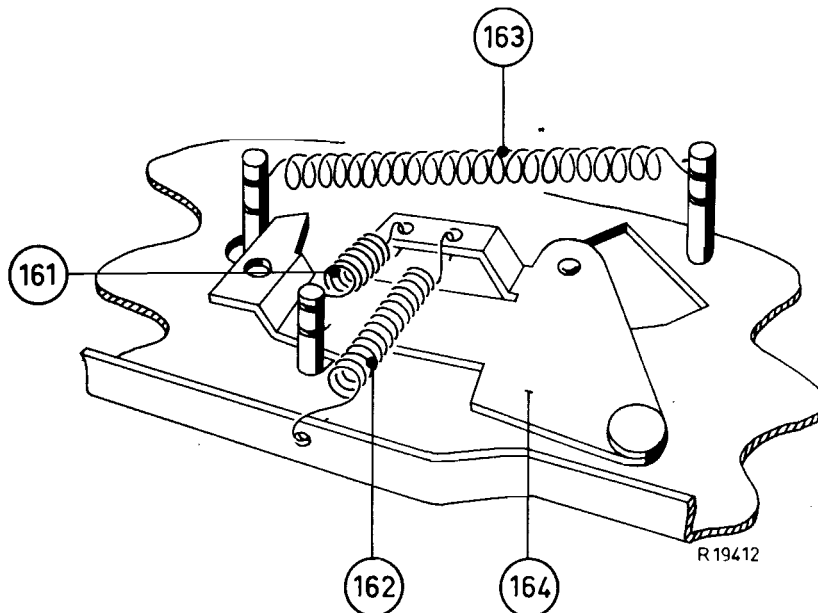

Fig.19
N. VEREN 161 t/m 163 VAN HET OPZETMECHANISME (zie fig. 19)